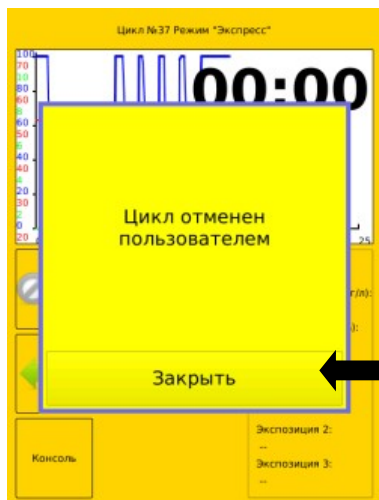

Рис.16
Для этого необходимо нажать кнопку «СТОП». На экране дисплея появится сообщение «Цикл отменен пользователем» (Рисунок 16). При этом процедура стерилизации останавливается и автоматически переключается на стадию вентилирования.
12.1.2 Для открытия двери камеры необходимо выйти в главное меню, нажав на клавишу «Закреть» (Рис.16), а затем нажав на клавишу «Назад» (Рис.17).